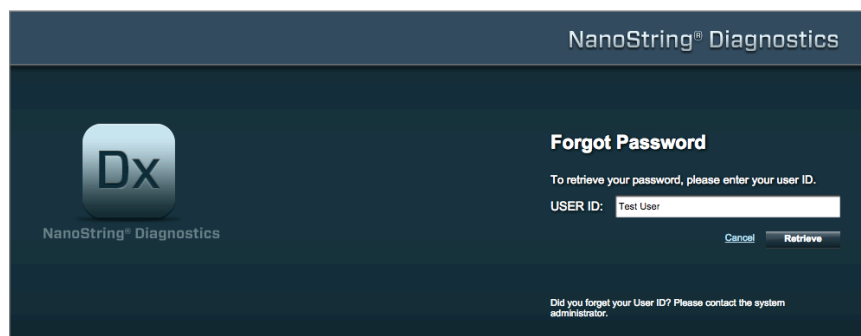

ABBILDUNG 4.3: Die Seite zum Anfordern eines vergessenen Kennworts
- Klicken auf den Link neben **Forgot your Password?** (Kennwort vergessen?), um zur Seite zu gelangen, auf der Sie ein neues Kennwort anfordern können (ABBILDUNG 4.3).